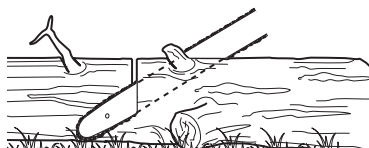

Fig. 32
1. Seguir as instruções simples para um corte fácil. Quando o toro é suportado ao longo de todo o seu comprimento (Fig. 32), é cortado a partir do topo (por cima).